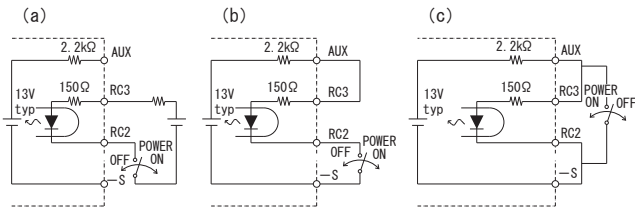

図 4.3 出力側リモートコントロール接続例
(3) リモートコントロール用補助電源 (AUX)
- 出力側リモートコントロール回路動作に、補助電源 (AUX) が内蔵されています (図 4.3)。